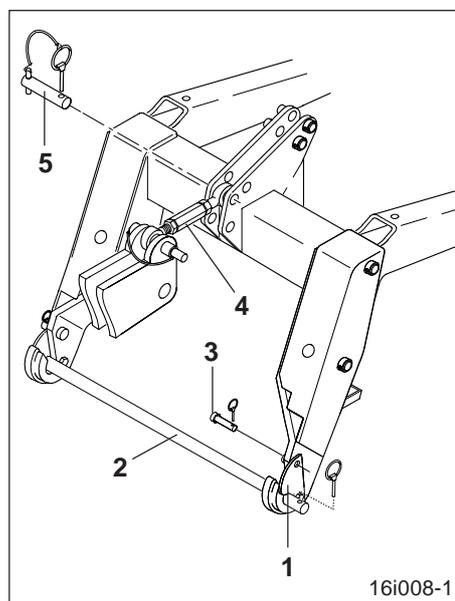

Fig. 13.5
- Soulevez l'outil de préparation de sol à l'aide du relevage du tracteur et reculez jusqu'au semoir. Seuls les semoirs équipés avec des pitons d'attelage cat. Ils peuvent être attelés. Une fois l'opération d'attelage réalisée, glissez les éclisses de sécurité (fig. 13.5/1) par-dessus les pitons d'attelage (fig. 13.5/2) des bras d'attelage inférieurs et brochez chacune des éclisses de sécurité à l'aide d'un axe (fig. 13.5/3) que vous goupillez.
- Raccordez le tirant supérieur court (course : 200 à 260 mm - fig. 13.5/4) au point d'attelage supérieur du semoir et au "Portacourt" en utilisant l'axe Ø 25 x 100 mm (fig. 13.5/5). Goupillez les axes et mettez le semoir d'aplomb.